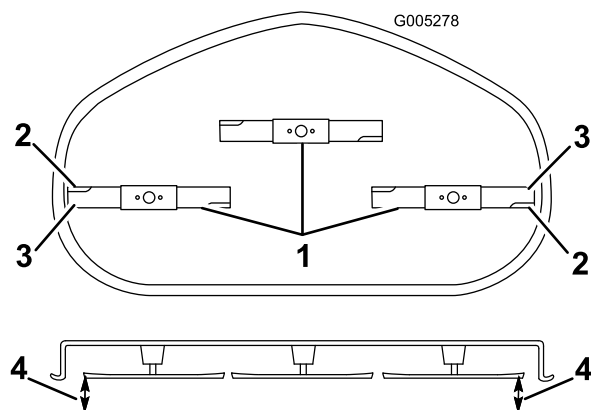

Figura 40
5. Gire cuidadosamente la(s) cuchilla(s) colocándola(s) perpendicularmente al sentido de avance de la máquina (Figura 40). Si hay una diferencia de más de 5 mm entre ambas dimensiones, se requiere un ajuste; siga con este procedimiento.
6. Mida entre los bordes de corte exteriores y la superficie plana (Figura 40). Si hay una diferencia de más de 5 mm entre ambas dimensiones, se requiere un ajuste; siga con este procedimiento.